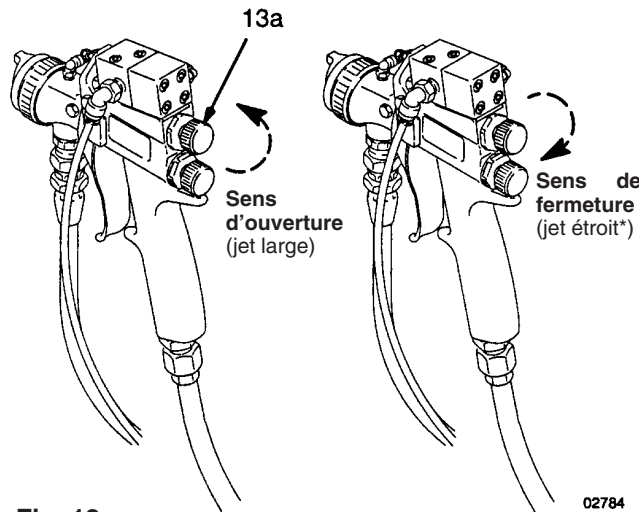

Fig. 12
- E. Ouvrir la vanne de réglage de la forme du jet (13a) en la tournant à fond dans le sens anti-horaire. Voir la Fig. 12.